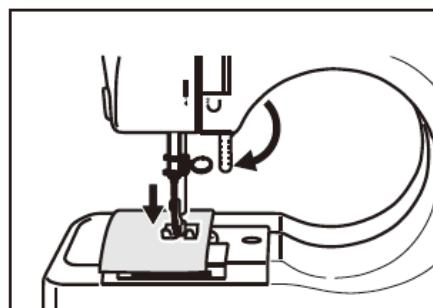

Fig.12
3. Laat de naivoet zakken. (Fig.12).